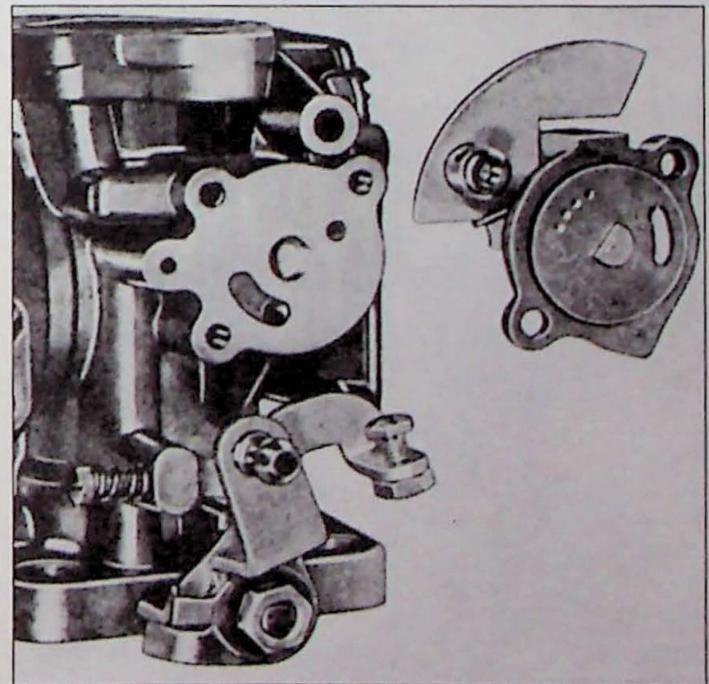

Fig. 3.13. Koudestartinrichting
5. Zet veer (6), koperen plaatje (5) en geleiding (4) met een nieuwe O-ring en licht-metalen plaatje (3) op de sproeier en monteer het geheel samen met de sproeierhouder en de stelschroef in het carburateurhuis. Draai de sproeierhouder er handvast in. Draai de stelschroef tot het bovendee van de sproeier tegen de vacuümzuiger aanligt wanneer deze in de onderste stand staat. Centreer de sproeier en geleiding (zie: 'Centrering van sproeier').
6. Monteer de vlotter (2) met as. De vlakke zijde van het carburateurhuis afgekeerd.
9. Monteer de koudestartinrichting (Fig. 3.13).
Controleer of het membraam intact is. Een gescheurd of opgezwollen membraam altijd vervangen. Controleer de brandstofnaald op betreffende slijtage. Vervang een kromme of versleten naald. Controleer of alle aansluitvlakken schoon en onbeschadigd zijn. Controleer de ventielschijf (Fig. 3.13) van de koudestartinrichting en het tegenoverliggende aansluitvlak van het carburateurhuis op eventuele beschadigingen.